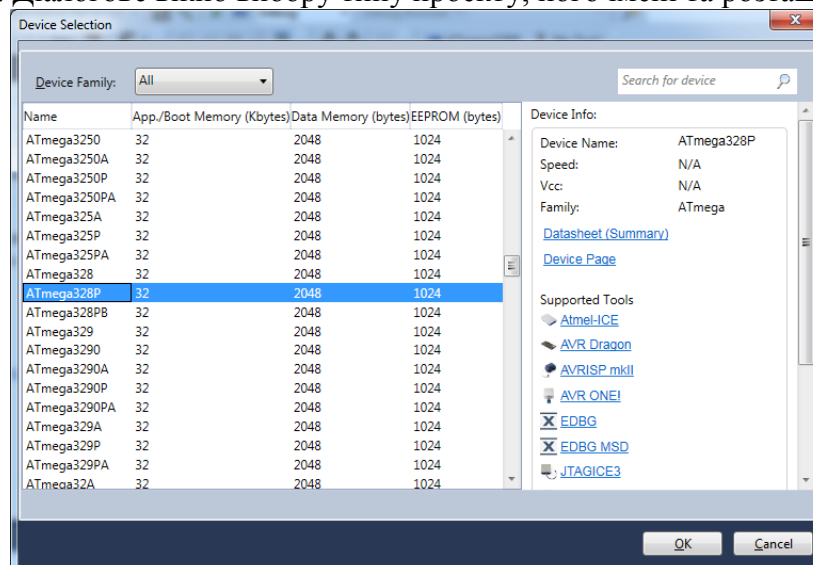

Рис.3 Діалогове вікно вибору типу мікроконтролера
- В діалозі “**Device selection**”, який з’явиться на екрані (рис. 3), знаходимо потрібний МК ATmega328P і тиснемо кнопку “**OK**”.